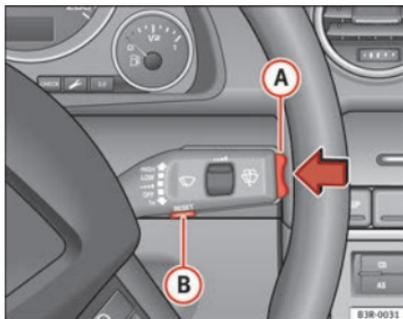

Fig. 63 Manípulo do limpa pára-brisas: Tecla Reset e selector
Funções da tecla **Reset** (B) ⇒ Fig. 63 e do **selector** (A).